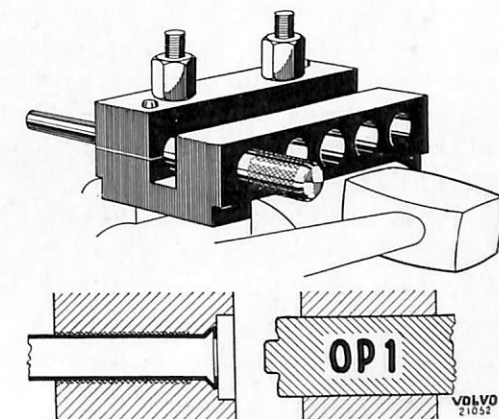

Bild 27. Kragning av bromsrör.
4. Placera dornen OP 1 i verktyget. Slå på dornen med en kopparslägga tills dornen går i botten. Kanten på röret vikes då enligt bild 27.